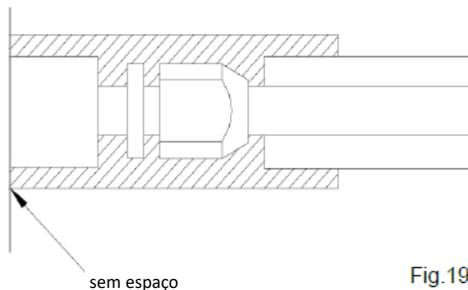

Fig.19
- ① A porca à prova de remoção e a caixa à prova de violação devem ser instaladas na extremidade de conexão da unidade interior e ligadas à unidade interior.
- ② A caixa inviolável não deve ser sobreposta durante a instalação e deve ser completamente coberta com o tubo isolado que a acompanha antes de ser embalada.
- b. As juntas da unidade interior devem ser envolvidas com material isolante, conforme mostrado na Fig. 19